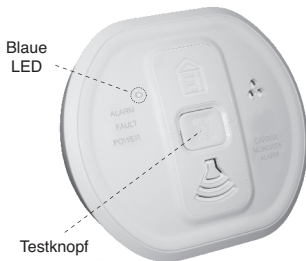

Bild 3
6. Wenn der Hauscodierungs-Modus aktiv ist, blinkt die blaue LED (an der Vorderseite des Warnmelders, siehe Bild 3) alle 5 Sekunden einige Male auf, um anzuzeigen:
8. Drücken Sie an allen Warnmeldern nacheinander den Testknopf (siehe Bild 3) und überprüfen Sie, ob jeweils alle Geräte gleichzeitig Alarm geben. Falls dies nicht der Fall ist und die Geräte nicht miteinander kommunizieren, lesen Sie bitte den Abschnitt "Fehlersuche" in dieser Anleitung.
so lange gedrückt, bis die blaue LED auf der Abdeckung des Warnmelders aufleuchtet (siehe Bild 3). Überprüfen Sie, ob alle anderen Warnmelder ebenfalls auslösen.